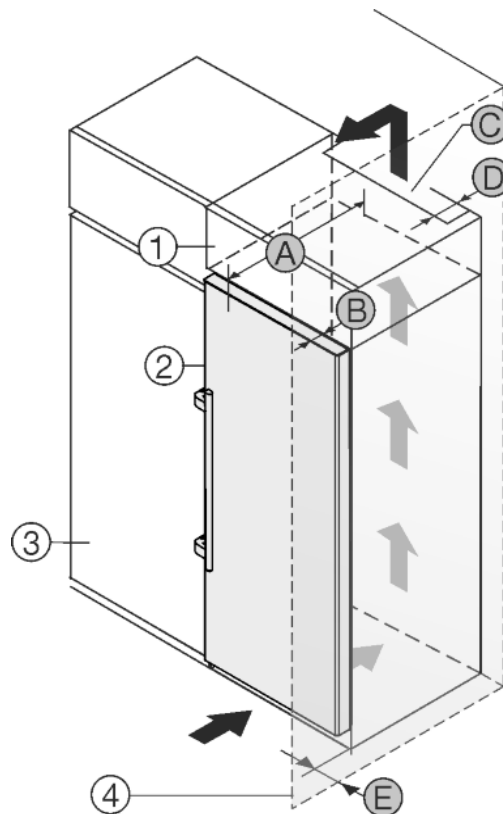

Fig. 25
Přístroj lze zabudovat do kuchyňských skříní. K vyrovnání přístroje *Fig. 25 (2)* na výšku kuchyňské linky lze na přístroj nasadit nástavec *Fig. 25 (1)*.
Přístroj lze instalovat přímo vedle kuchyňské skřínky *Fig. 25 (3)*. Aby bylo možné dvířka plně otevřít, musí přístroj přesahovat o hloubku *Fig. 25 (B)* vůči přední linii kuchyňské skřínky. V závislosti na hloubce kuchyňských linek a použití vymezočů odstup od stěny může přístroj vyčnívat dále.
- Na zadní straně nastavné skřínky musí být větrací šachta hluboká *Fig. 25 (D)* přes celou šířku nastavné skřínky.
- Pod stropem místnosti musí být dodržen ventilační průřez *Fig. 25 (C)*.
Pokud je přístroj se závěsy instalován vedle stěny *Fig. 25 (4)*, musí být dodržena vzdálenost *Fig. 25 (E)* mezi přístrojem a stěnou. To odpovídá přesahu madla při otevřených dveřích.